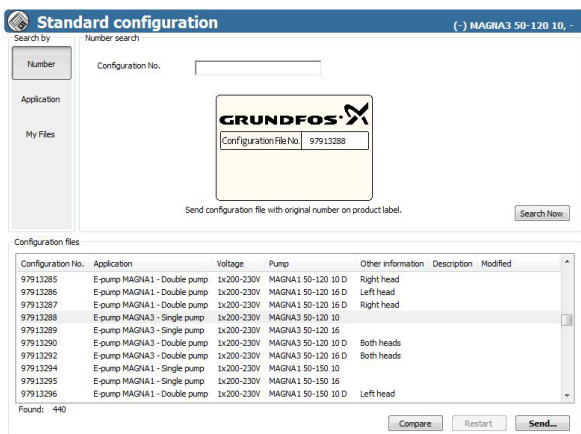

Рис. 36 Отправка файла GSC
11. Найдите файл GSC в списке и нажмите [Send] (отправить). См. рис. 36 и перечень файлов GSC в разделе 13. GSC-файлы.